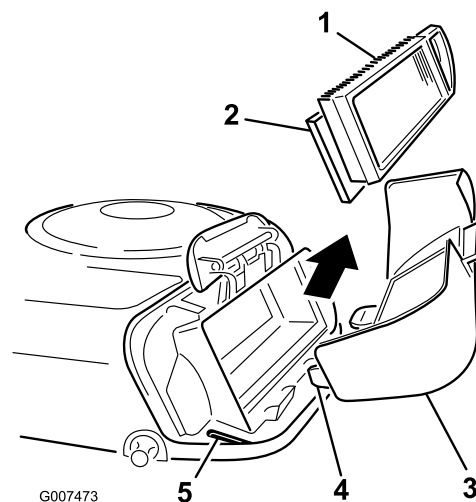

Figure 25
5. Sortez avec précaution les éléments en papier et en mousse du carter de ventilateur (Figure 25).
2. Placez les languettes du couvercle du filtre à air en face des fentes du carter de ventilateur (Figure 25).